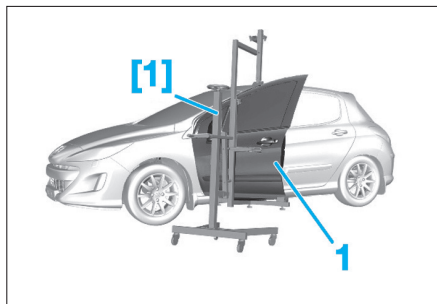

Fig. 165
- Placer l'outil [1] sur la porte à déposer (Fig.165).